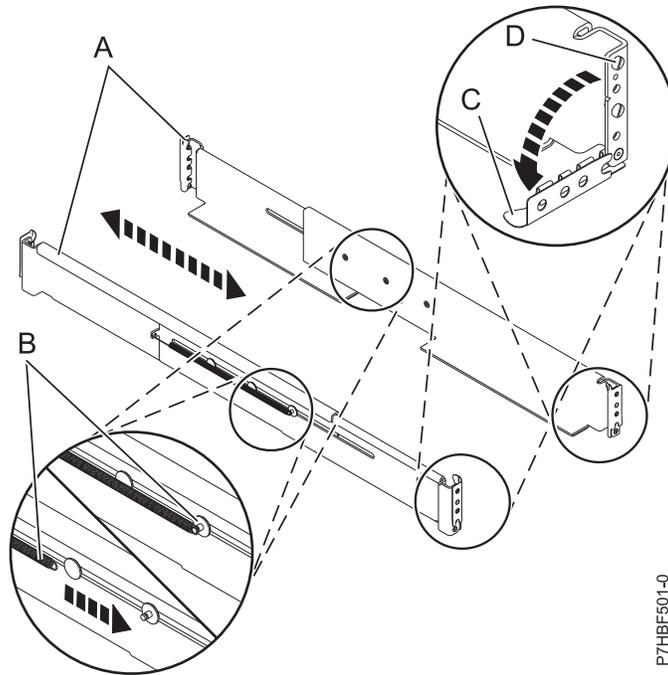

Figure 5. Installation des glissières
3. Faites pivoter vers le bas les fixations avant et arrière (C) sur les glissières de gauche et de droite, comme illustré dans la figure 5, à la page 9.
4. Sur chaque glissière, retirez la bande autocollante qui fixe le ressort (**B**) à la glissière. Enroulez l'extrémité du ressort autour de la vis de butée sur la glissière, comme illustré dans la figure 5.